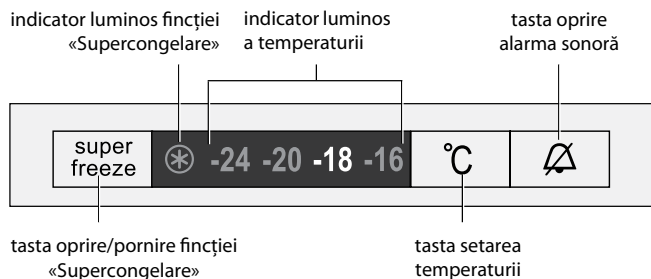

Figura 3 – Panoul de control
Alarma se oprește în mod automat atunci când ușa este închisă, poate fi oprită și apăsând tasta de alarmă (A) (în conformitate cu figura 3) sau după deconectarea congelatorului. Dacă după apăsarea tastei (A) ușa rămâne deschisă timp de 3 minute, alarma se va activa din nou.